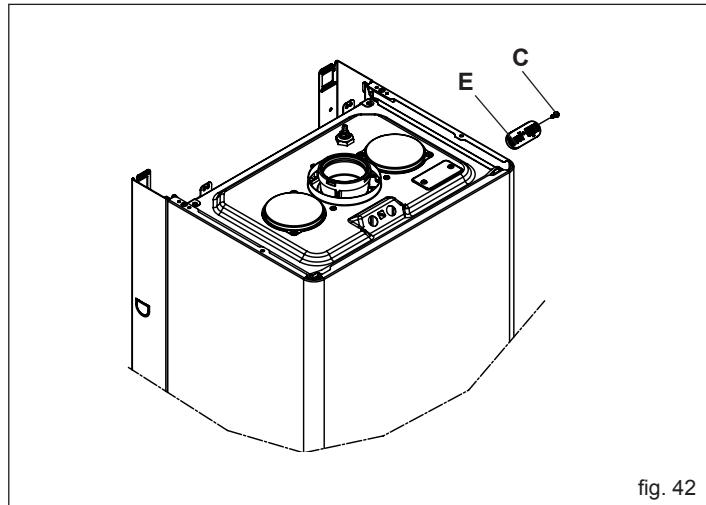

fig. 42
4.9 Verificarea parametrilor de ardere (fig. 42)